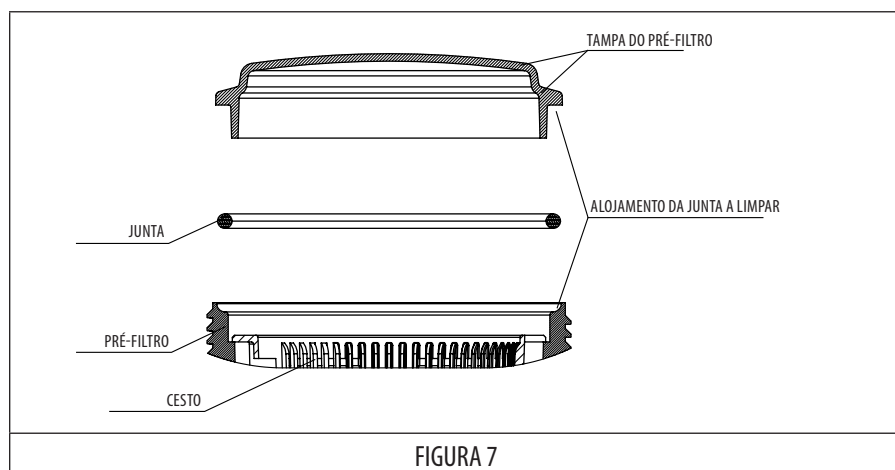

FIGURA 7
- Cada vez que o pré-filtro for aberto, remova as impurezas do assento da junta e da própria junta, para assegurar a sua estanqueidade quando a tampa for fechada (FIGURA 7).